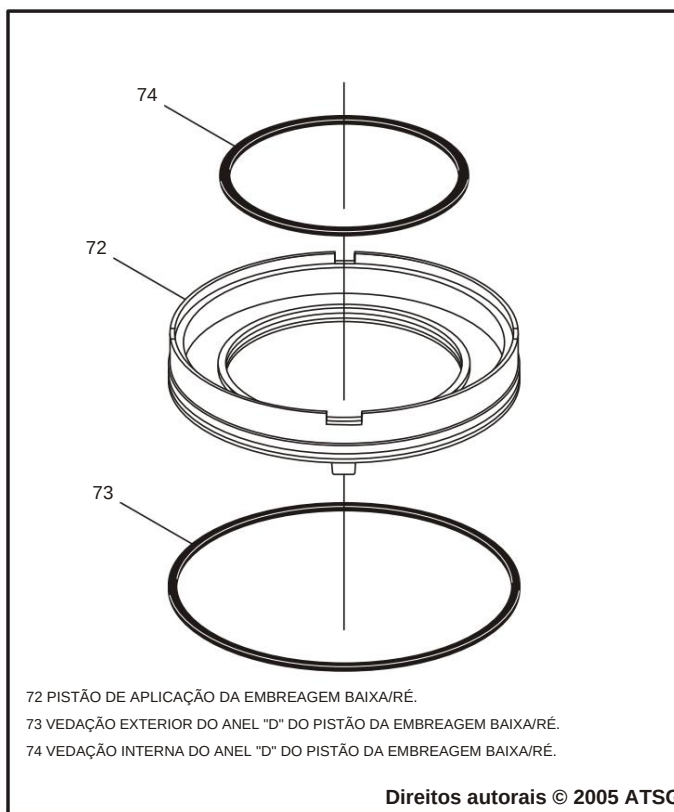

Figura 167
28. Instale novos anéis de vedação em "D" internos e externos no pistão de baixa/ré, conforme mostrado na Figura 167, e lubrifique com uma pequena quantidade de Trans-Jel®.